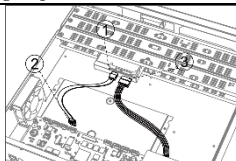

Figure 1-6 Connectez le câble
Step 3 Connectez le câble de données et le câble d'alimentation. Reportez-vous à Figure 1-6.